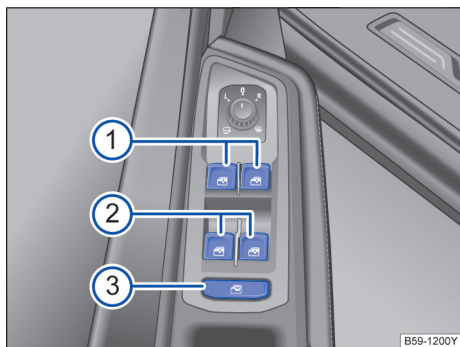
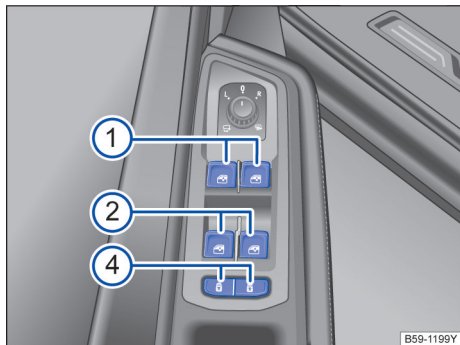

图 69 在驾驶员侧车门内：前部和后部车窗升降器的按钮
图 70 Teramont X 车型在驾驶员侧车门内：前部和后部车窗升降器的按钮
→ 图 69 或→ 图 70 的图例：
：安全按钮→ 图 69③ 停用后门车窗控制按钮。这时按钮中的黄色指示灯亮起。
：儿童安全锁按钮→ 图 70④ 开启或停用后车门内的车窗升降。开启或停用后车门儿童电子安全锁。